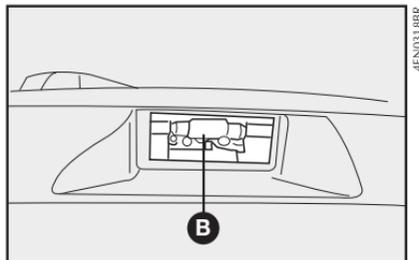

fig. 25
3) retirar la lámpara **B-fig. 25** y sustituirla.